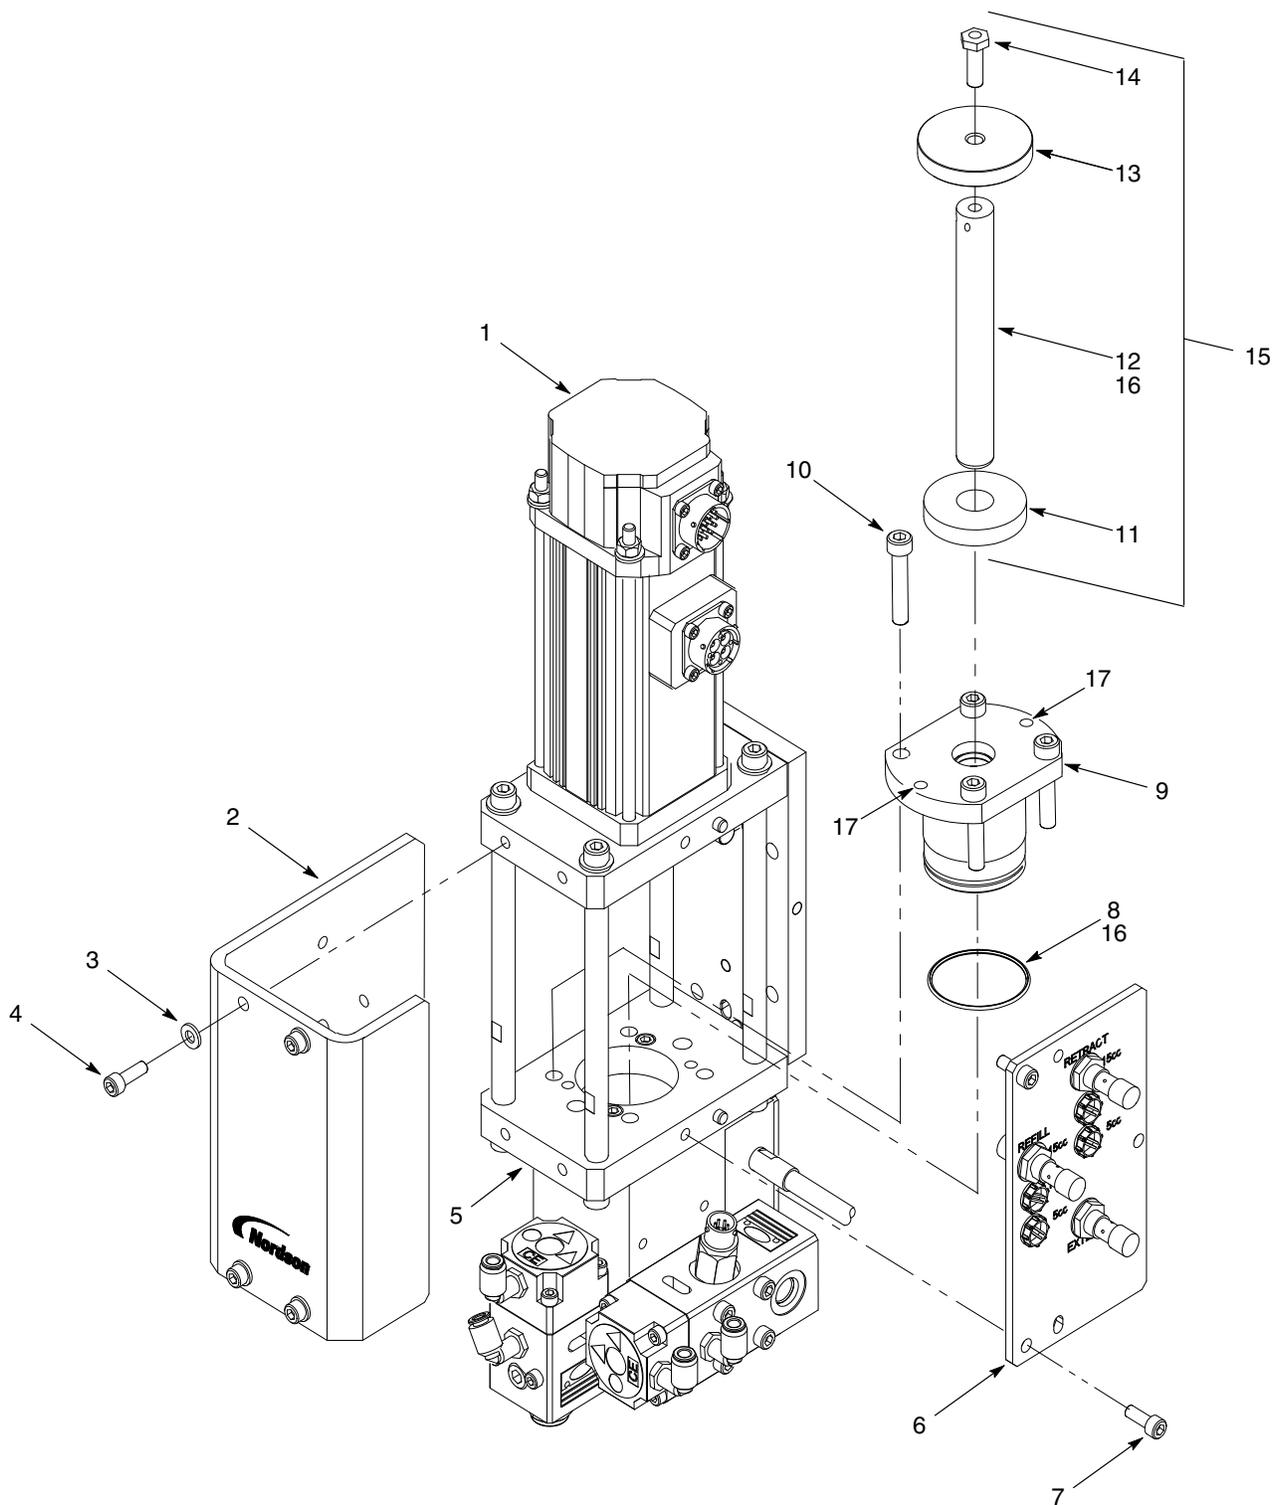

Рис. 13 Ремонт узла плунжера и сальника
2. См. рис. 13. Вывернуть винты (4) и снять шайбы (3) крепления кожуха (2) к линейному приводу (1) и фланцу корпуса (5).
3. Вывернуть винты (7) крепления пластины бесконтактных датчиков (6) к линейному приводу (1) и фланцу корпуса (5).
4. Вывернуть винты (10) крепления узла сальника (9) к фланцу корпуса (5). Если не удастся снять узел сальника с фланца корпуса, выполнить следующее:
- a. Ввернуть два винта (10) в резьбовые отверстия (17) узла сальника.
5. Снять уплотнительное кольцо (8) с узла сальника (9). Выбросить уплотнительное кольцо.
6. Воспользовавшись дорновым прессом, выпрессовать узел плунжера (15) из узла сальника (9).
7. Разобрать узел плунжера (15):
- a. Снять амортизатор плунжера (11) с плунжера (12).
- b. Вставить головку штифтового ключа в отверстие плунжера (12). Вывернуть винт (14) крепления диска бесконтактного датчика (13) к плунжеру (12).
1. См. рис. 13. Покрыть уплотнительное кольцо (8) и внутреннюю окружность узла сальника (9) смазкой TFE (16).
2. Собрать узел плунжера (15):
- a. Поставить диск бесконтактного датчика (13) на плунжер (12).
- b. Ввернуть винт (14) в плунжер. Вставить головку штифтового ключа в отверстие плунжера и затянуть винт моментом 13,5 Н•м (10 фут-фунтов).
- c. Установить амортизатор (11) в плунжер. Убедиться, что амортизатор плунжера касается диска бесконтактного датчика.
- d. Нанести смазку TFE (16) на шток плунжера.
3. Воспользовавшись дорновым прессом, запрессовать узел плунжера (15) в узел сальника (9).
4. Смонтировать узел сальника (9) на фланце корпуса (5), используя винты (10). Затянуть винты по диагонали моментом
5. Смонтировать пластину бесконтактных датчиков (6) на линейном приводе (1) и фланце корпуса (5), используя винты (7). Затянуть винты моментом 13,5 Н•м (10 фут-фунтов).